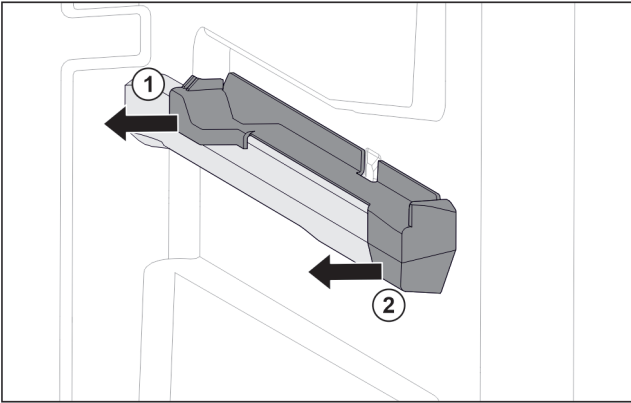

Fig. 61 右侧容器肋梁上的插装件
- ▶ 将插装件后部拉到一侧。 Fig. 61 (1)
- ▶ 将插装件前部拉到一侧。 Fig. 61 (2)